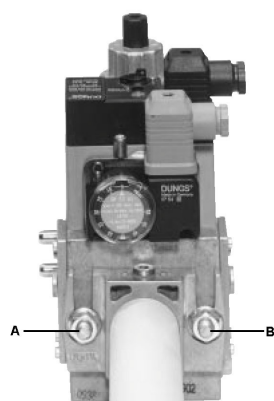
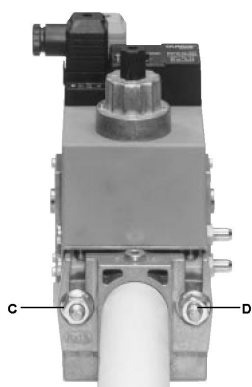

Fig. 4
Fig. 5
3. stringere le viti A, B, C e D (Fig. 4 - Fig. 5), rispettando le posizioni di montaggio (Fig. 7);
1. Allentare le viti A e B **non** svitare (Fig. 4 e Fig. 5).
2. Svitare le viti C e D (Fig. 4 e Fig. 5).